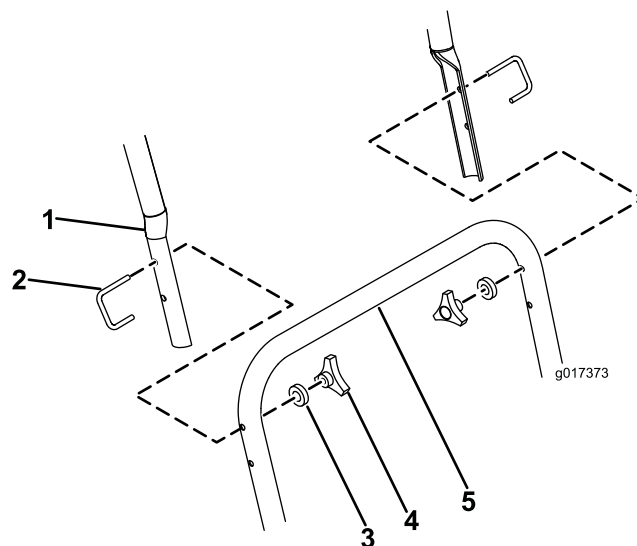

Figure 4
5. Reliez la partie supérieure du guidon à la partie inférieure en fixant chaque côté avec un étrier fileté, une rondelle M6 et une mollette (Figure 4).